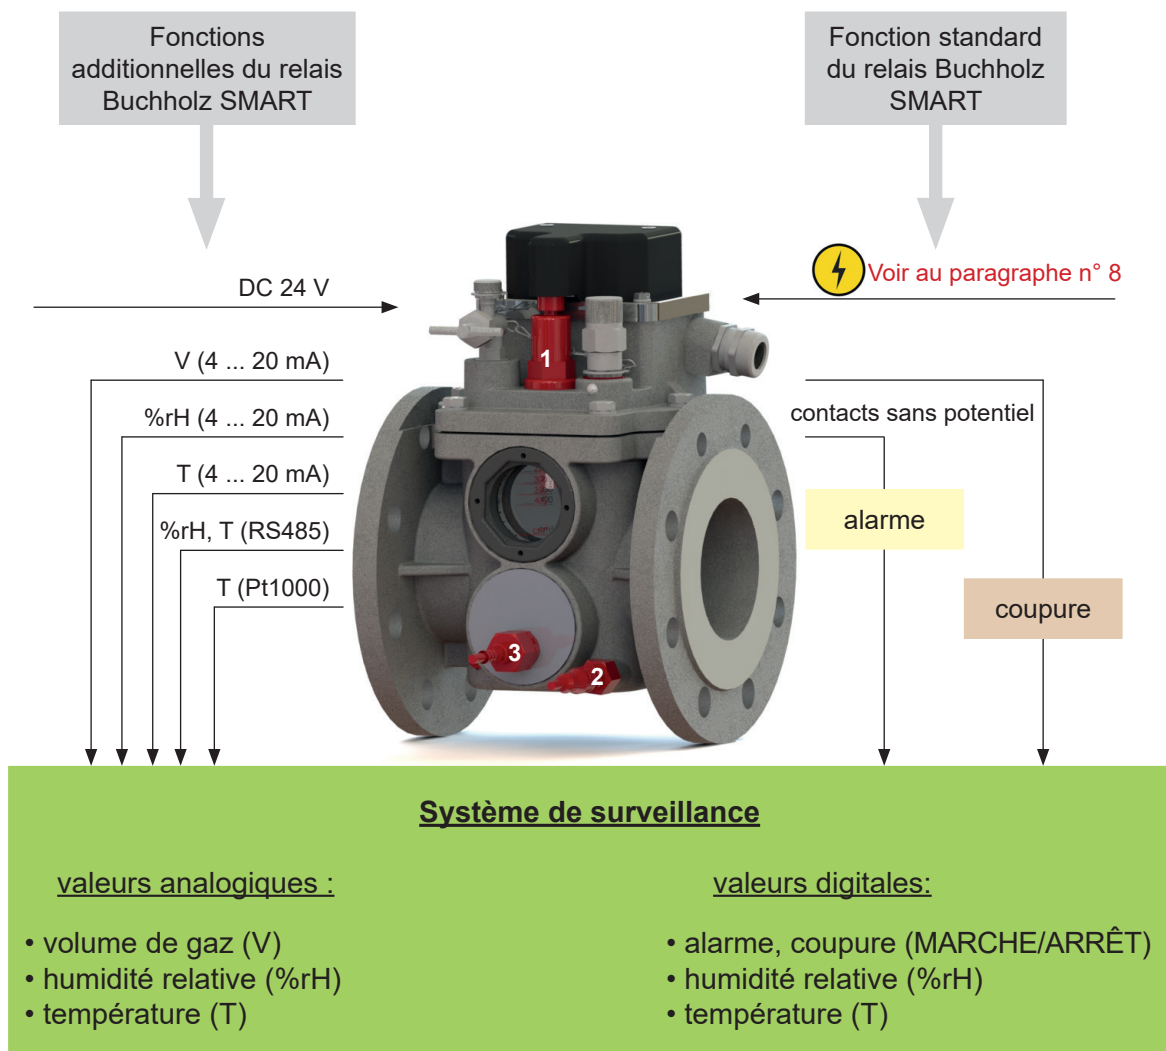

Fig. 29 – Fonctions additionnelles du relais Buchholz SMART
- Capteur de volume de gaz – série NM (Fig. 29/ n° 1)
- Capteur de température (Fig. 29/ n° 2)
- Capteur d'humidité et de température (Fig. 29/ n° 3)